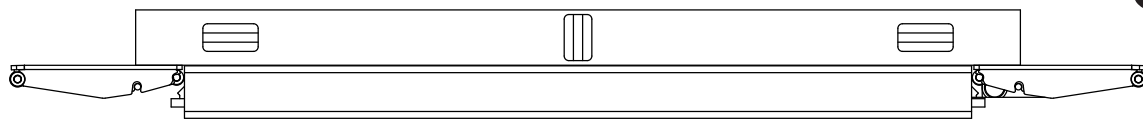

Fig. 8c
5. Vérifiez que les plateformes soient au niveau, Fig. 8c.